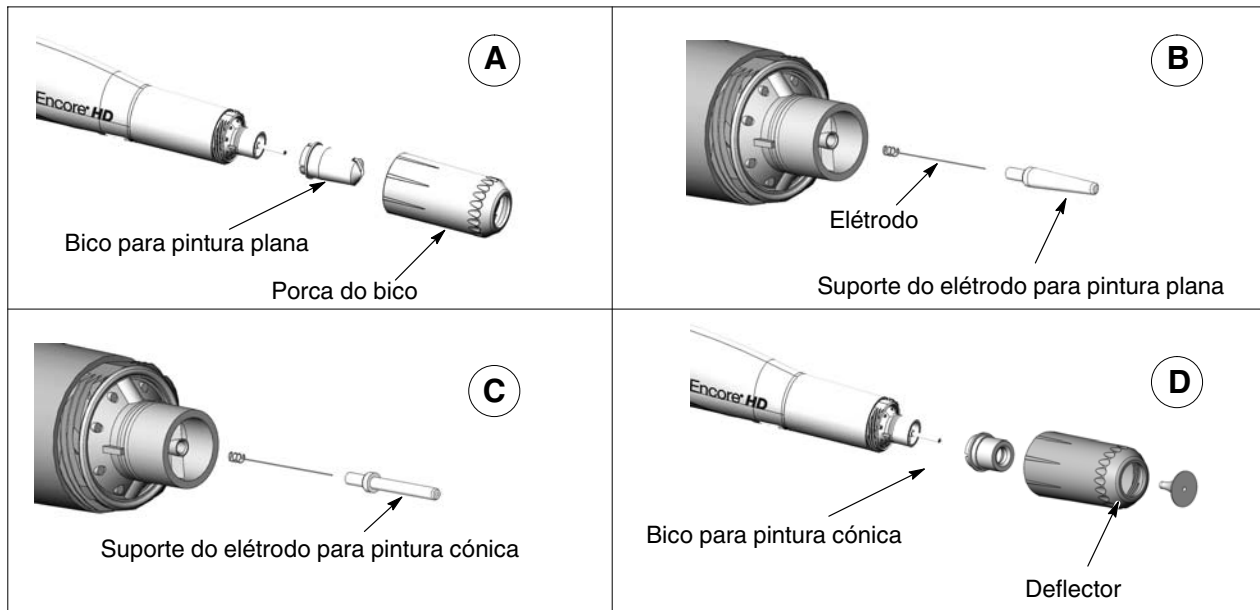

Figura 4-6 Conversão de um bico para pintura plana num bico para pintura cónica
2. Converta o suporte do eléctrodo e o bico. Consulte a figura 4-6.